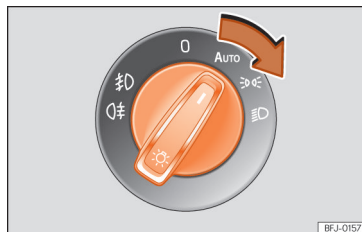

Abb. 70 Instrumententafel: Bedienelement Licht
- Schalten Sie die Zündung ein und stellen Sie den Lichtschalter in die gewünschte Position » (Abb. 70):